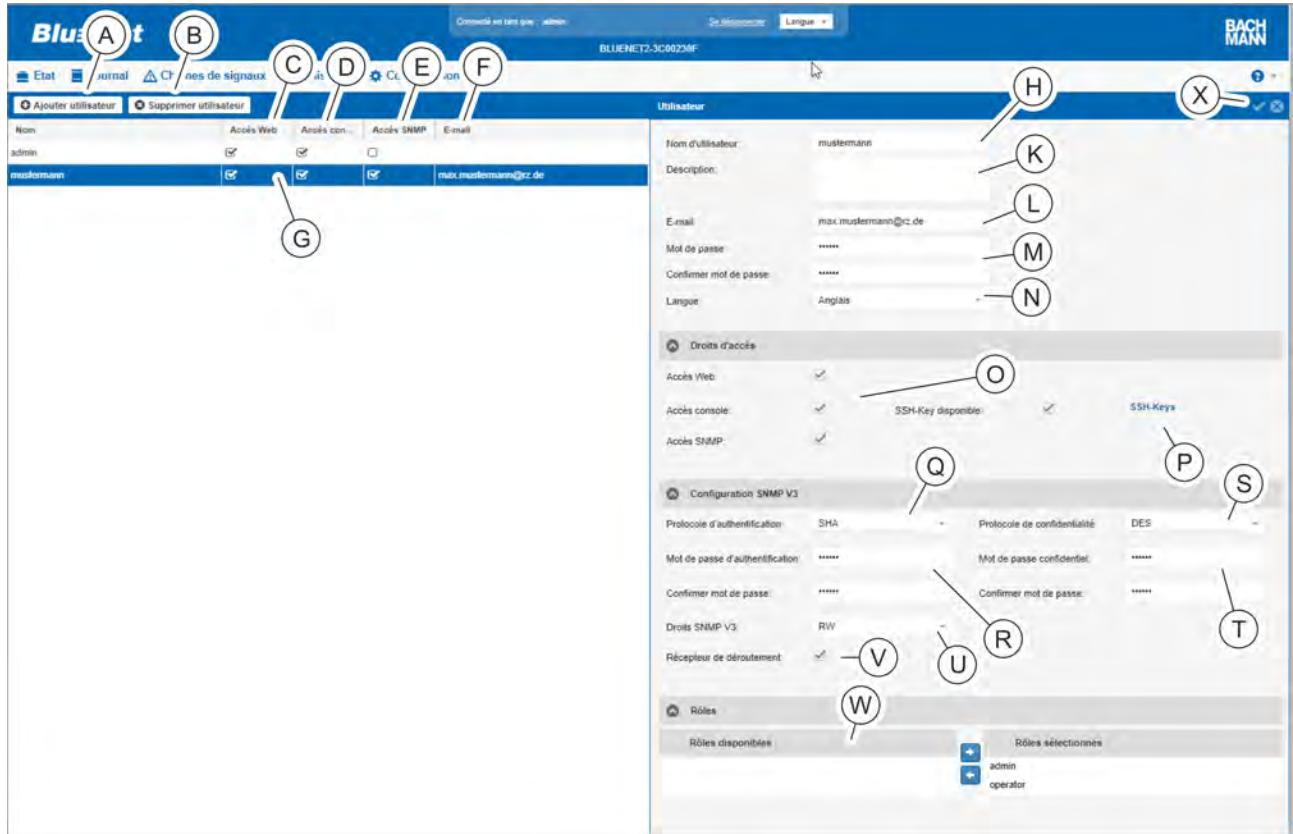

Fig. 133 : Menu « Utilisateur »
2. ➔ Appuyer sur le bouton « Ajouter utilisateur » (Fig. 133 /Ⓐ) pour créer un nouvel utilisateur.
*Pour modifier un utilisateur existant, sélectionner l'utilisateur approprié dans la liste (Fig. 133 /Ⓑ).*
3. ➔ Saisir le nom d'utilisateur (Fig. 133 /Ⓓ).
4. ➔ Si nécessaire, saisir une description de l'utilisateur (Fig. 133 /Ⓔ).
5. ➔ Saisir l'adresse e-mail (Fig. 133 /Ⓛ).
6. ➔ Saisir et confirmer le mot de passe pour l'accès au PDU (Fig. 133 /Ⓜ).
- 7.** ➤ Sélectionner la langue (Fig. 133 /⑩).
- 8.** ➤ Attribuer les droits d'accès « Accès Web », « Accès console » et/ou « Accès SNMP » au moyen des cases à cocher correspondantes (Fig. 133 /⑪).
- 10.** ➤ Si nécessaire, choisir un protocole d'authentification dans la zone « Configuration SNMP V3 » (Fig. 133 /⑫).
- 11.** ➤ Saisir et confirmer le mot de passe d'authentification (Fig. 133 /⑬).
- 12.** Si nécessaire, choisir un protocole de confidentialité (Fig. 133 /⑤).
- 13.** Saisir et confirmer un mot de passe confidentiel (Fig. 133 /⑥).
- 14.** Attribuer les droits SNMP V3 (Fig. 133 /⑦).
- 15.** Cocher la case « Récepteur de déroutement » si l'utilisateur doit pouvoir être disponible comme récepteur de déroutement (Fig. 133 /⑧).
- 16.** Dans le champ « Rôles disponibles », sélectionner un rôle d'utilisateur et appuyer sur le bouton « → » pour le déplacer dans le champ « Rôles sélectionnés » (Fig. 133 /⑨).
- 17.** Appuyer sur le bouton « Enregistrer » (Fig. 133 /⑩) pour enregistrer les réglages.
*Pour supprimer un utilisateur existant, sélectionner l'utilisateur désiré (Fig. 133 /@) et cliquer sur le bouton « Supprimer utilisateur » (Fig. 133 /@). Une boîte de dialogue apparaît alors et comporte une question qui doit être confirmée.*